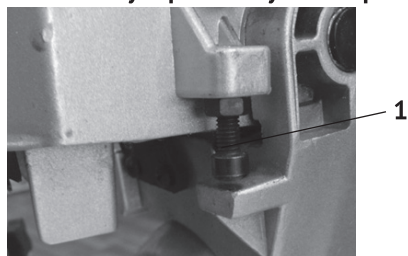

рис.5
-при необходимости, регулировка глубины пропила осуществляется специальным регулировочным болтом-упором (рис.5 поз.1) с фиксацией выбранной величины с помощью контргайки.